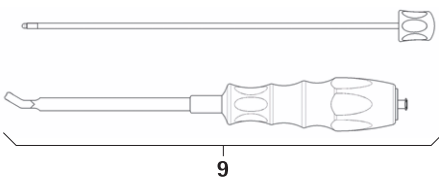

Fig. 5
- Démontez l'instrument de pose de tige **9**, voir Fig. 5: Dévisser entièrement la pièce intérieure.